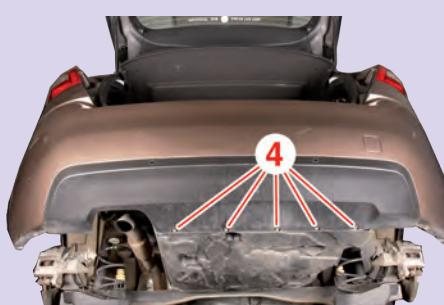

Fig.2
- Déposer les vis (4) à l'aide du tournevis [2] (Fig.2).
- Déposer les vis (2) à l'aide de la clé [1].
- Dégager le bloc optique (3) des guides (Fig.2).